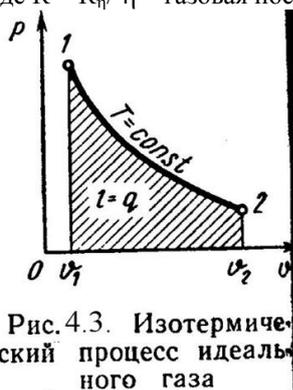

Рис.4.3. Изотермический процесс идеального газа
3). Изотермический процесс (Рис.4.3).